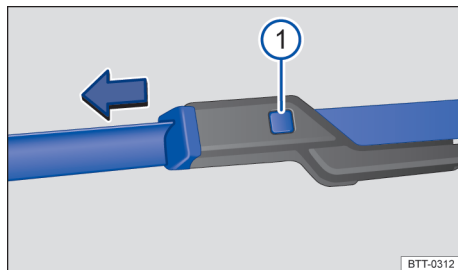

Fig. 144 No para-brisa: substituir as palhetas dos limpadores do para-brisa.
- Manter o botão de destravamento → Fig. 144 ❶ pressionado e, ao mesmo tempo, retirar a palheta dos limpadores do para-brisa no sentido da seta.